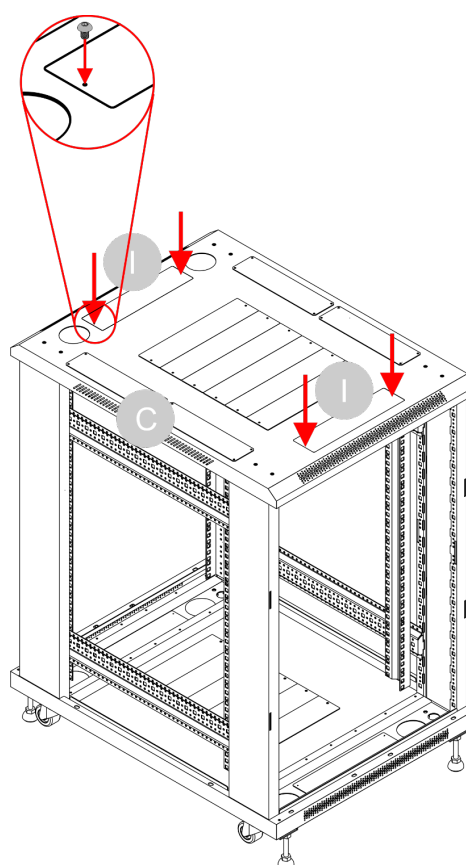

Fig. 34
- 18) Fissare le 2 **piastre metalliche (I)** ai **telai (B)** con 2 **viti (O)** per ogni piastra, come illustrato nella Fig. 34.